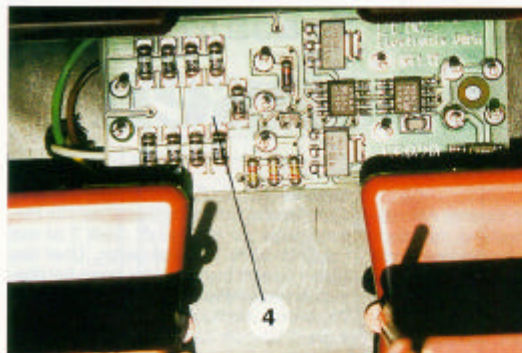

Abbildung 3
- 6) Lokemplänger im Innenraum positionieren (Abb.3, 4), mit doppeltem Klebeband fixieren, Kabel durch Loch stecken.